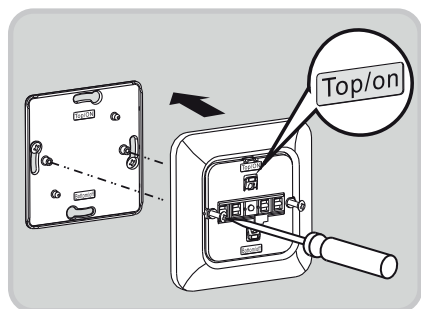

Fig. 12
- Placera sedan insatsen i designramen. Skruva fast insatsen på stödramen (se Fig.12).